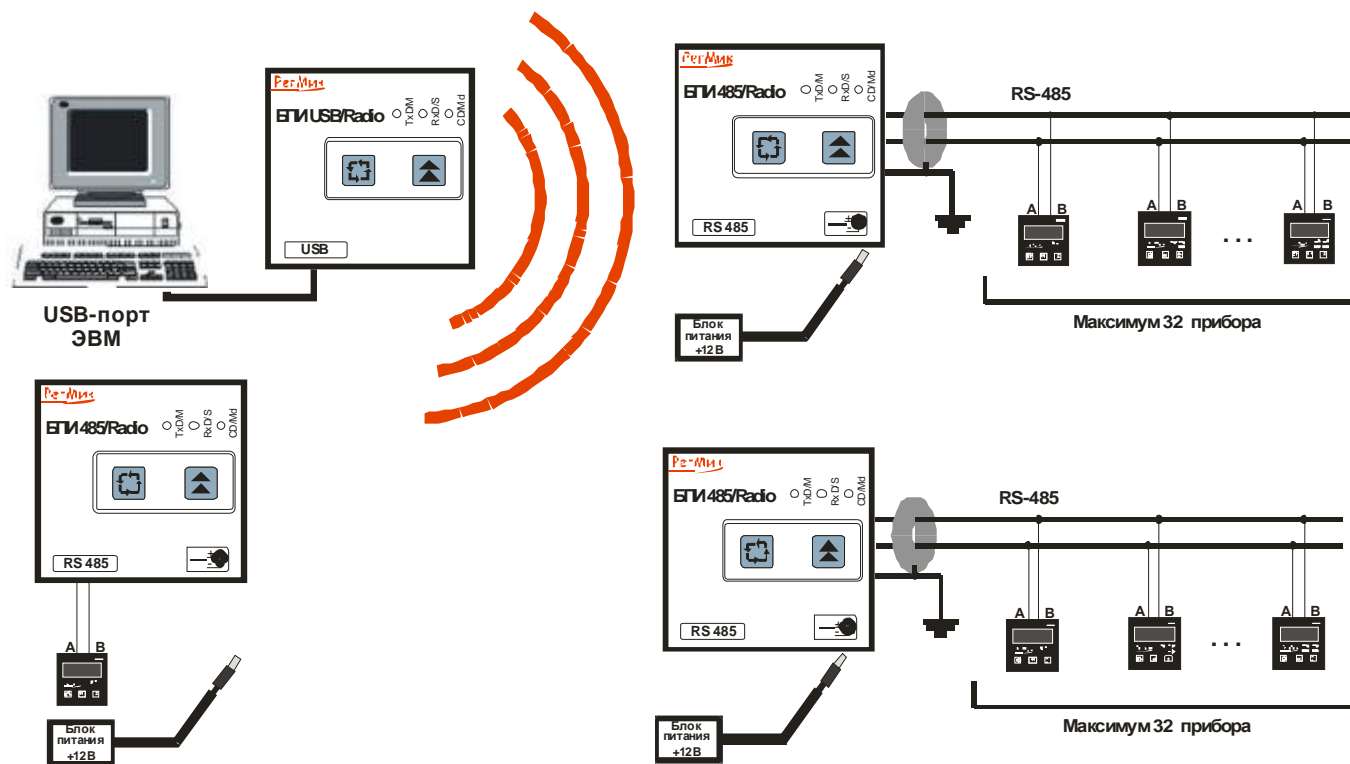

Рисунок 7.1 – Конфигурация беспроводной сети - тип звезда, (в системе ведущий и ведомые).
7.5 Если все ведомые ДВТР нормально связываются с ведущим, то конфигурация вашей сети - звезда (см. рисунок 7.1)